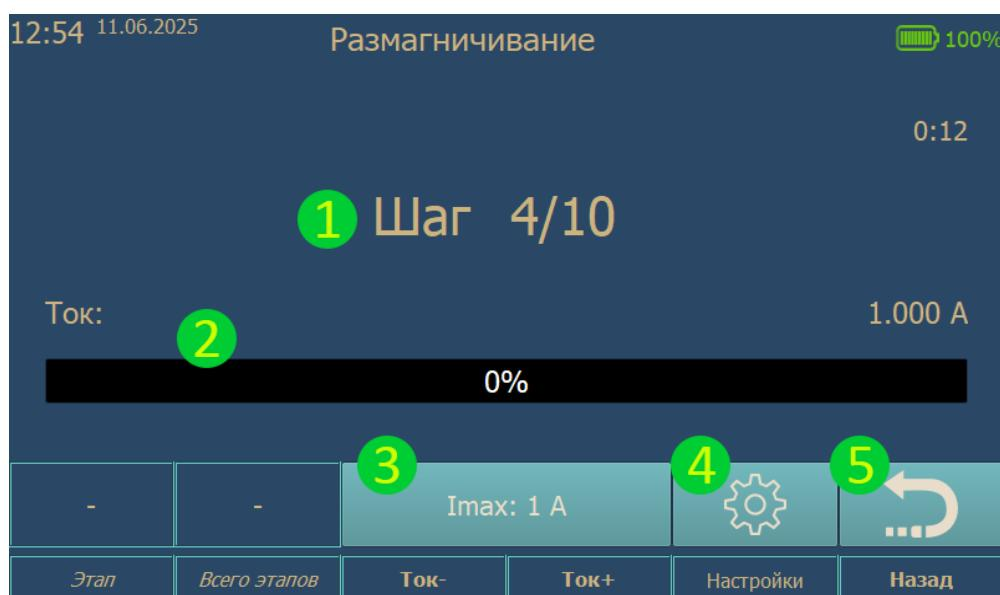

Рис. 15. Режим размагничивания
- 2.7.1. Микроомметры оснащены функцией размагничивания магнитопровода трансформатора. В соответствии с п. 6.2 ГОСТ 3484.1-88 размагничивание проводится циклическим перемагничиванием магнитопровода с постепенным уменьшением амплитуды тока обмотки трансформатора (по частным циклам). Экран прибора в процессе размагничивания приобретает вид представленный на рис. 15.